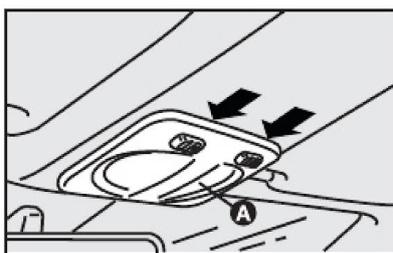
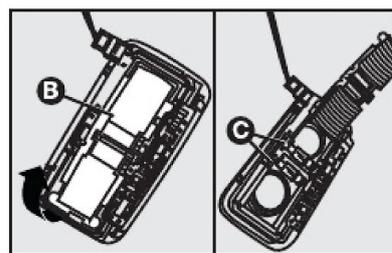

fig. 30
fig. 31
- Agir nos pontos indicados pelas setas e remover a plafoniera **A-fig. 30**;
Substituir as lâmpadas **C-fig. 31** desvinculando-as dos contatos laterais e certificando-se de que as novas lâmpadas estejam corretamente bloqueadas entre os contatos;
- Fechar a portinhola **B-fig. 31** e fixar a plafoniera **A-fig. 30** no próprio alojamento, certificando-se do bloqueio.